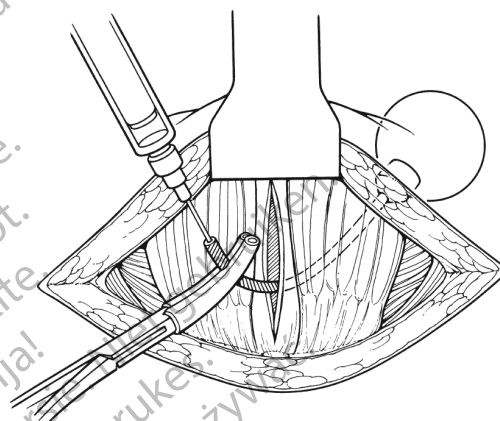

Figura 4-9. Riempimento del pallone per la regolazione della pressione e clampaggio dei tubi
16. Clampare (solo una tacca) il tubo a circa 3 cm dall'estremità con una pinza emostatica ricoperta da tubo (Figura 4-9).